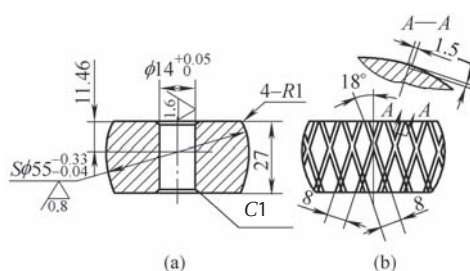

图2 研磨球
(1) 研磨量的确定。安装节球座是小批量生产, 渗氮前球面孔由数控车加工, 考虑渗氮后零件变形及渗氮层厚度 $3\%\sim 5\%$ 膨胀量, 数控车加工安装节球座球孔尺寸为 $S\phi (55\pm 0.01)\text{mm}$, 表面粗糙度值 $R_a=0.8\mu\text{m}$ 。渗氮层厚度 $0.3\sim 0.45\text{mm}$, 预留研磨量在 $0.02\sim 0.04\text{mm}$ 。由于此件的研磨量较大, 分3次研磨。
(2) 研磨球的材料选择。研具是研磨剂的载体, 用以涂敷和镶嵌磨料, 使游离磨粒嵌入研具表面发挥切削作用; 同时又是研磨形成的工具。研磨球材料选择优质灰铸铁HT200, 此材料为珠光体组织含有片状石墨, 有很好的耐磨性和润滑性, 硬度在 $120\sim 220\text{HBW}$ 。
(3) 研磨球设计。根据零件形状和尺寸设计研磨球如图2所示。第一次研磨为粗研, 研磨球尺寸 $S\phi 55^{+0.03}_{-0.04}\text{mm}$ 。如图2b所示在